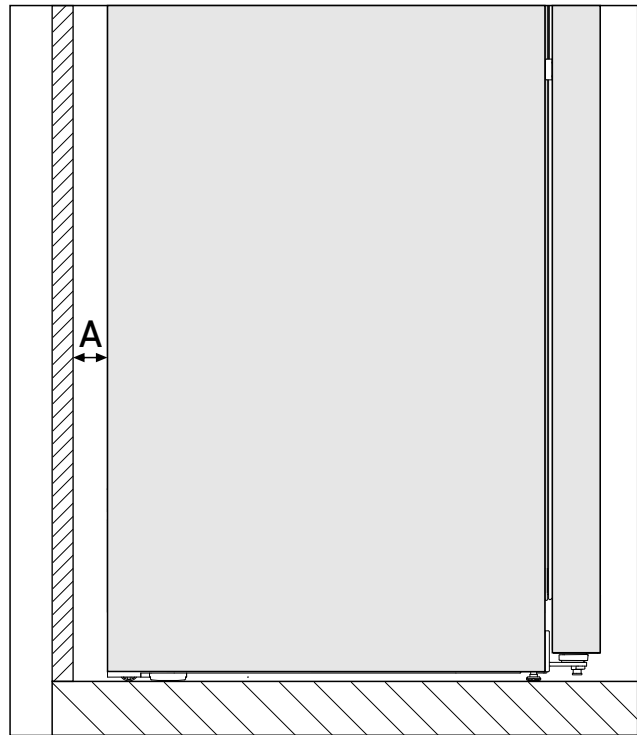

Fig. 3 \*
Der Energieverbrauch wurde mit einem Wandabstand Fig. 3 (A) zwischen Geräterückseite und Wand ermittelt. Wenn der Wandabstand weniger als Fig. 3 (A) beträgt, hat dies keinen Einfluss auf die Funktionsfähigkeit des Geräts, allerdings erhöht sich bei geringerem Wandabstand der Energieverbrauch geringfügig.\*